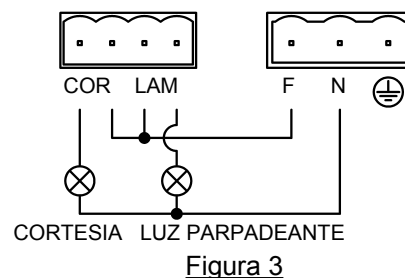

Figura 3
- ◆ Prestar atención al conectar la luz parpadeante y luz de cortesia porque están conectados libres de tensión (ver figura 3).